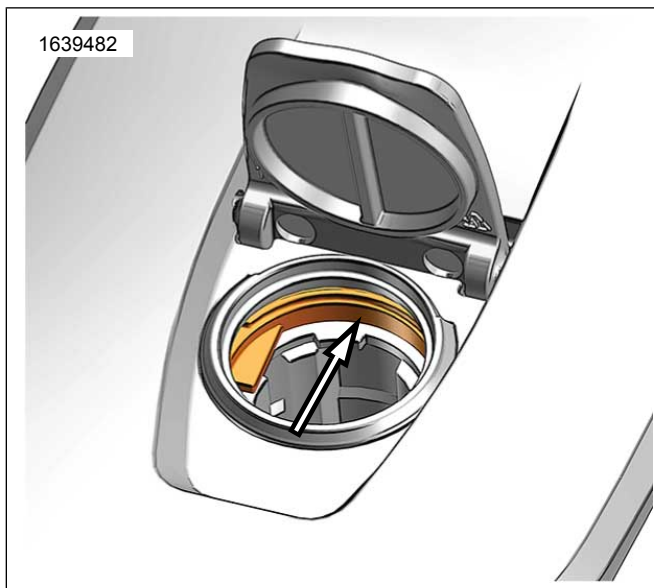

Figure 7. Pièce coulissante du loquet du capuchon
1. Voir la figure 7. Si le bouchon est verrouillé avant que le cylindre de verrouillage ne soit installé, utiliser un tournevis ou un autre outil pour appuyer sur la pièce coulissante à l'intérieur du trou de verrouillage du loquet tout en tirant le bouchon vers le haut.